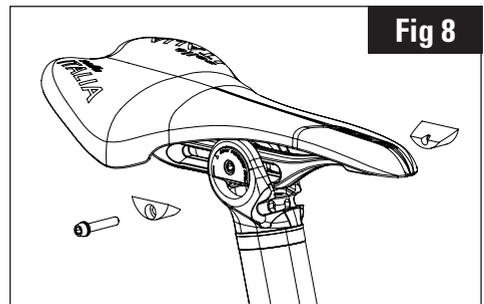

Fig 8
4. Avvicinare quindi le due flange inferiori (11) e avvitare la vite senza serrare. (Fig.8)